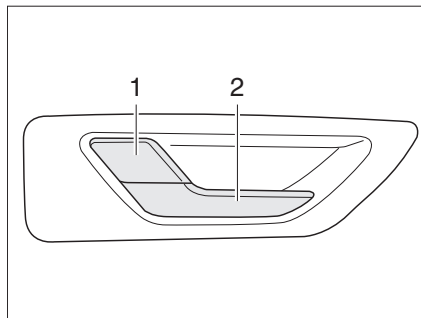

Fig. 27 Cerradura de la trampilla trasera, en el interior
- Tirar del tirador (Fig. 27,2). Se desbloqueó la cerradura de la trampilla. La palanca de retención (Fig. 27,1) salta hacia fuera automáticamente.
- Presionar la palanca de retención (Fig. 27,1).